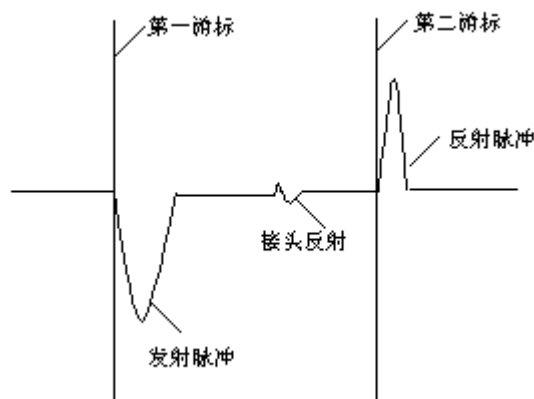

图 6.3-2 短路故障波形
(3) 波形采集与分析：进入测试界面后可以调处帮助菜单，对所测电缆进行选择，选择不同电缆屏幕上方会有不同显示。电缆类型确定后按“采样”键，屏幕会出现如图 6.3-1 所示波形。如果所采集波形如图 6.3-2 所示，电缆故障点为短路故障。